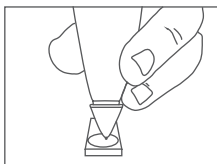

Fig. 1.13
6. Para comenzar la calibración, pulse suavemente la punta de la sonda, situada sobre el disco de calibración, de forma perpendicular, tal y como se muestra en la **Fig. 1.13**. Asegúrese de que la punta de la sonda permanece totalmente presionada durante este proceso para lograr una presión consistente en la punta.